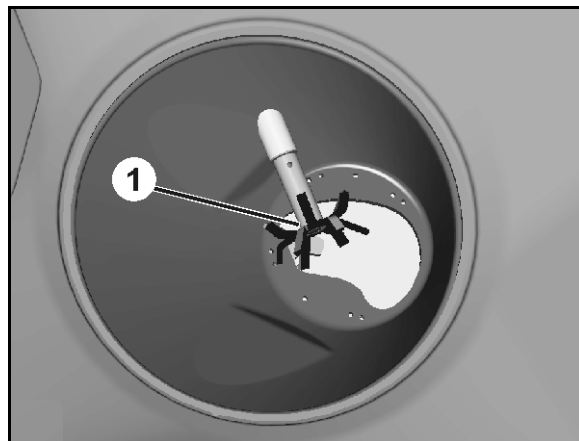

图 15
- 通过操作终端以电子方式进行设置。同时，由伺服电机控制的定量滑门（图 15/1）开启通道开口（图 15/2）的不同开口宽度。
- 用操纵杆（图 15/3）调节不同的开口（图 15/2）尺寸手动进行设置。每次所需的滑门位置可查看撒肥表或者用计算尺测得。
打开和关闭通道开口时，定量滑门通过液压工作（图 15/4）。